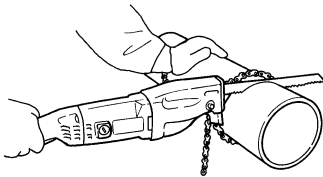

図 11
- (5) 加工物に軽くのこ刃を当てた状態で、スイッチを入れ徐々に切込んでいきます。のこ刃に力をかけすぎると刃の寿命を早める原因となりますので、特に切り始めと切り終りには軽い力で切断してください。(図11)